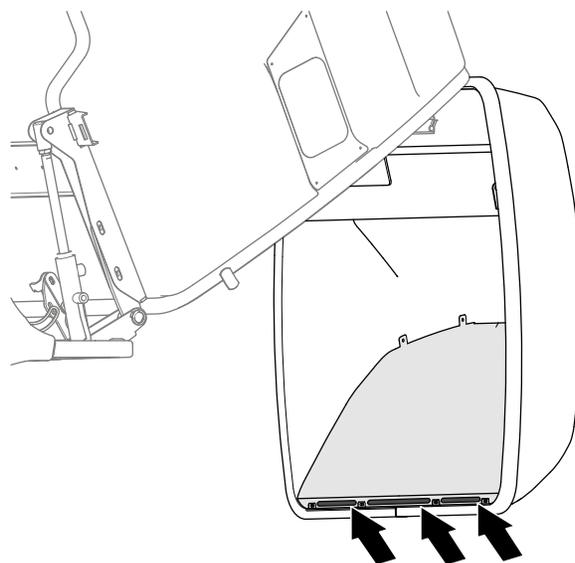

図 141
6. 圧縮空気を使って、ホッパーのドアの内側の金属製の板の下部にあるスロット部分を清掃する **図 141**。